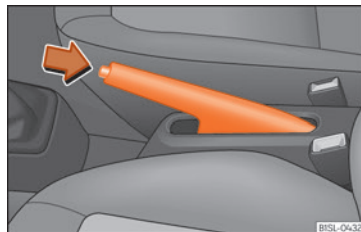

Fig. 136 Håndbremse mellem forsæderne
- Træk håndbremsearmen opad »» Fig. 136. Håndbremsen er trukket korrekt, når kontrollampen  lyser.
- Træk håndbremsearmen et stykke opad, tryk låseknappen i pilens retning »» Fig. 136, og før håndbremsearmen helt ned »» .